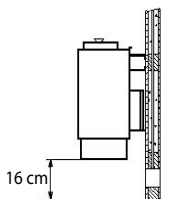

Fig. 6
- Accrochez le poêle dans sa fixation, fentes au dos du poêle regardant la fixation. Appliquez ensuite le poêle contre l'écarteur (fig. 6).